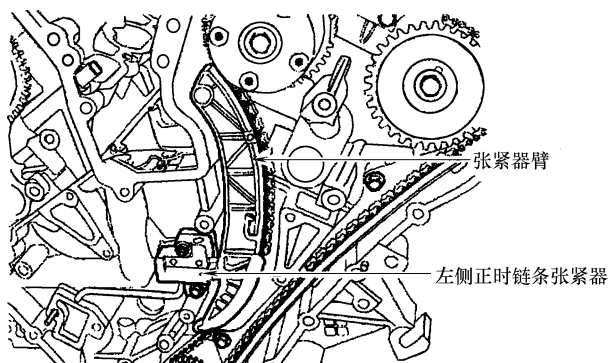

图 29-47 安装正时链条张紧器
- 7) 如图 29-47 所示，安装正时链条张紧器并紧固至 $9.8 \sim 11.76 \text{ N} \cdot \text{m}$ 。